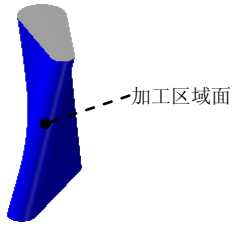

图 7.6.4 加工区域
Step2. 选取加工区域。单击“曲面”后的  按钮, 在图形区中选取图 7.6.4 所示的曲面, 系统返回“多轴刀路- 旋转”对话框。在 **切削公差** 文本框中输入值 0.02。其他采用系统默认的参数值。